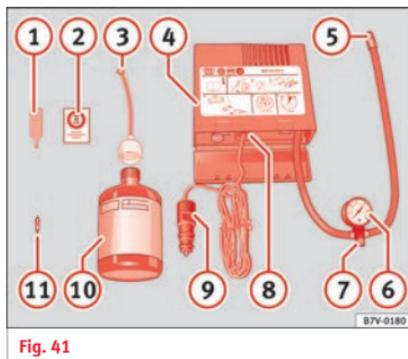

Fig. 41
- Dévissez le capuchon et l'obus de la valve du pneu. Utilisez l'appareil » fig. 41 ① pour extraire l'obus. Placez-le sur une surface propre.
- Agitez fortement la bouteille de produit de colmatage des pneus » fig. 41 ⑩.
- Vissez le tuyau de gonflage » fig. 41 ③ sur la bouteille de produit de colmatage. Le
- Retirez le bouchon du tuyau de remplissage » fig. 41 ③, puis vissez l'extrémité ouverte du tuyau sur la valve du pneu.
- Placez de nouveau l'obus de valve sur la valve du pneu avec l'outil » fig. 41 ①.
- Vissez le tuyau de gonflage du pneu du compresseur » fig. 41 ⑤ sur la valve du pneu.
- Vérifiez si la vis d'évacuation d'air est serrée » fig. 41 ⑦.
- Branchez le connecteur » fig. 41 ⑨ à une prise de courant de 12 volts du véhicule » page 115.
- Raccordez le compresseur d'air au commutateur ON/OFF » fig. 41 ⑧.